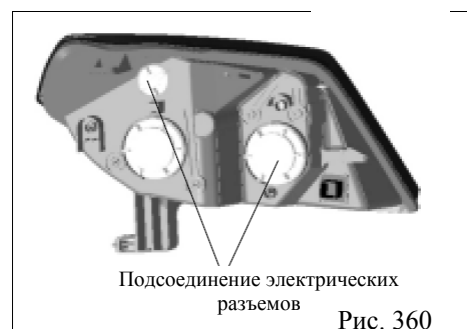

Рис. 360
5. Подсоедините разъем передней блок-фары(рис. 360)